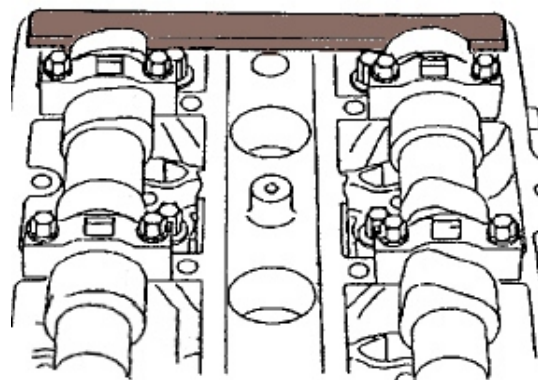

Fig.3
- 6- Instale o medidor da posição do disco na roda do sensor (Fig.3).